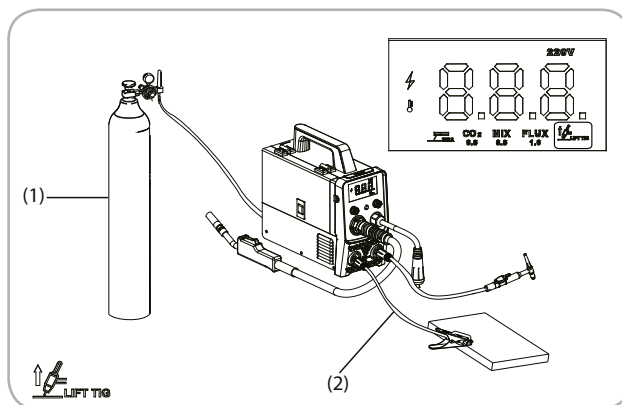

Fig.9
- Se va conecta aparatul la butelia cu gaz și se va regla debitul Fig 9 (1)
- Electrocul se va monta la terminalul pozitiv Fig 9 (2)